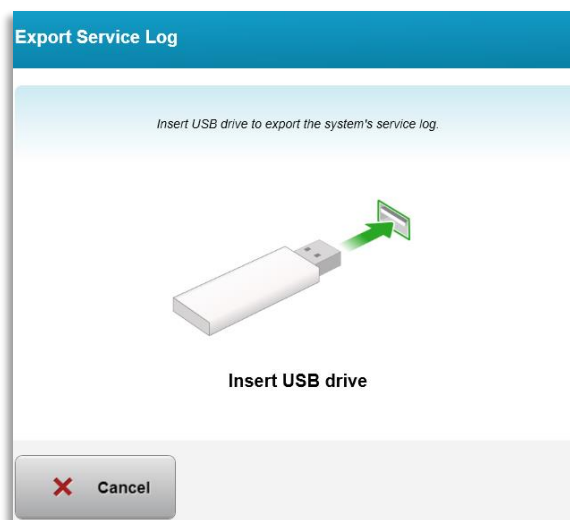

Figura 3-57. Exportare jurnal de service la USB
- Urmați instrucțiunile de pe ecran pentru a introduce un drive USB în portul USB, ca în Figura 3-57.